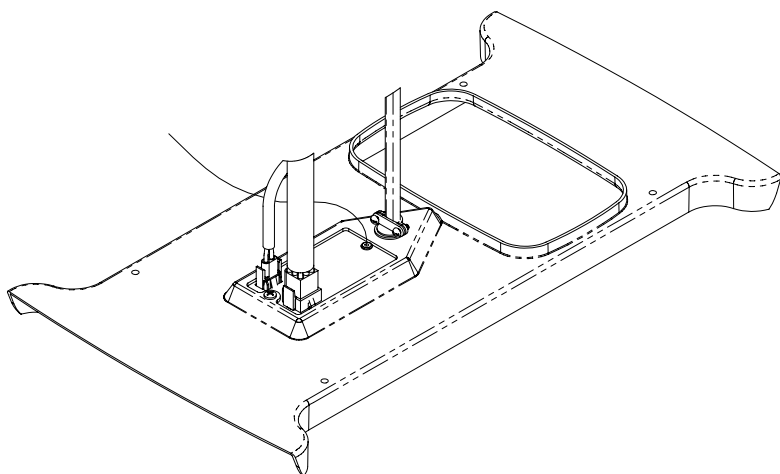

FIGURE 9
- C.** Soulevez la chute de l'ensemble de plafond et insérez le câblage d'alimentation à travers le serre-câble et dans la boîte de connexion de façon à ce que 10 à 15 cm (4 à 6 po) de câblage se situe dans la boîte. Serrez le serre-câble sur la gaine du câble d'alimentation afin d'en interdire le mouvement (voir Figure 9).
- F.** Branchez la conduite électrique de la pompe à chaleur de toit dans la prise à 9 positions de la façon illustrée dans la Figure 9.
- G.** Si vous installez l'ensemble de chauffage facultatif, retirez le couvercle de la prise à 2 positions et branchez le cordon d'alimentation du réchauffeur dans la prise de la façon illustrée dans la Figure 9.